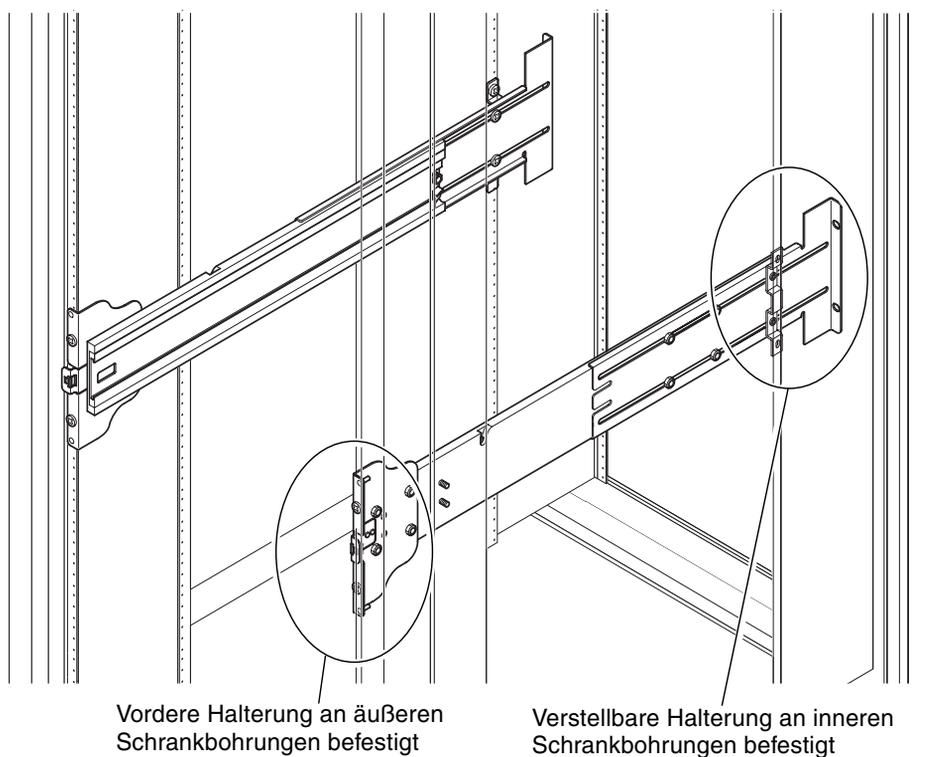

ABBILDUNG 1-4 Montieren der Schienenmodule in einem Sun Fire-Schrank
1. Stecken Sie die Stifte in der vorderen Halterung in die Schrankbohrungen 22 und 33 (ABBILDUNG 1-4).
1. Stecken Sie die Stifte in der vorderen Halterung in die Schrankbohrungen 58 und 69 (ABBILDUNG 1-4).